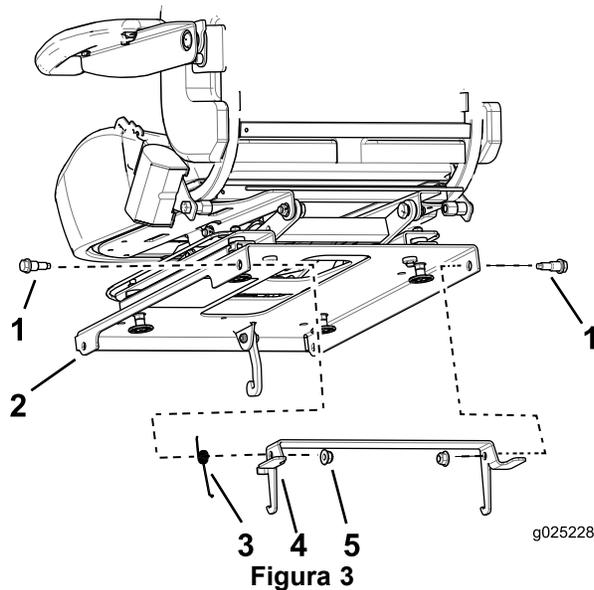

Figura 3
1. Installate il chiavistello del sedile e la molla sul sedile stesso, utilizzando 2 bulloni di spallamento (3/8 x 1-1/8 poll.) e 2 dadi flangiati (3/8 poll.) (Figura 3).